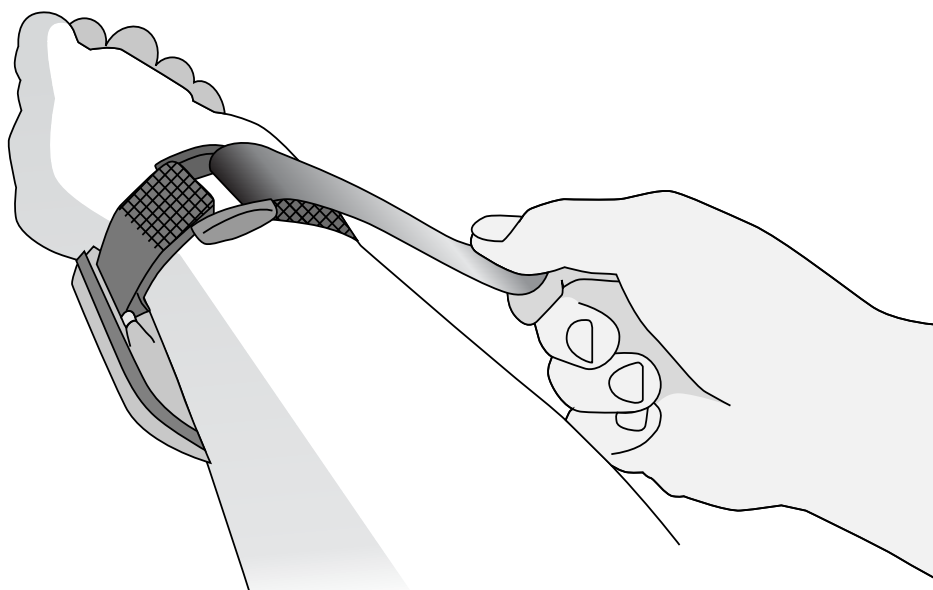
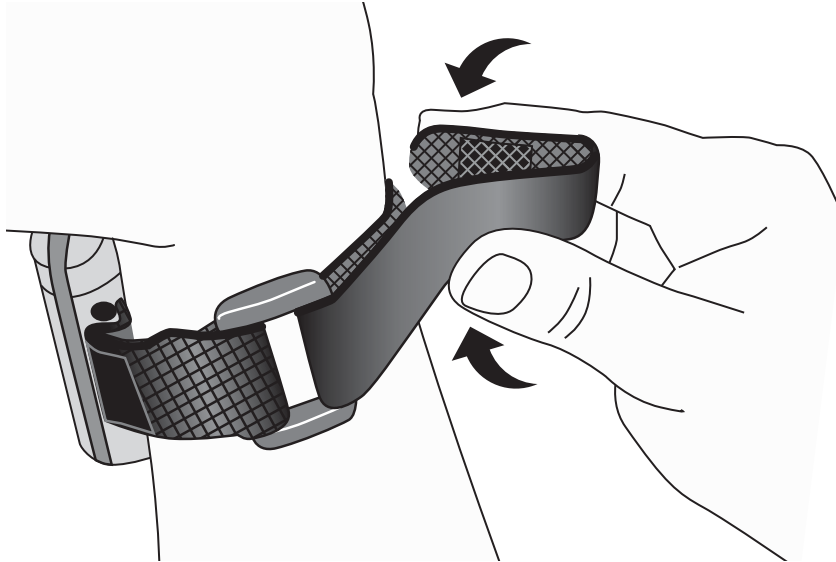
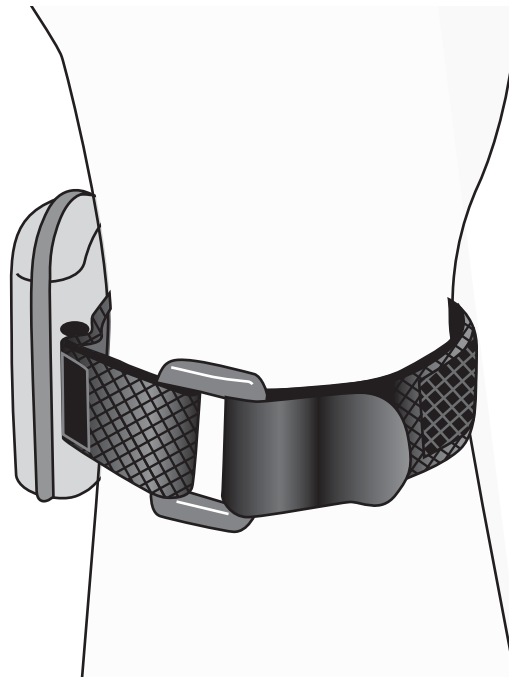

Abbildung 12: Handgelenkband festziehen
Abbildung 13: Verwendung des rechteckigen Verschlusses
Abbildung 14: Verwendung des quadratischen Verschlusses
4. Das Handgelenkband nach hinten über den Kunststoffring (Abbildung 12) legen und auf dem Klettverschlusssteil am Handgelenkband (Abbildung 13 oder Abbildung 14) befestigen. Der Handgelenkumfang bestimmt, welcher Verschluss verwendet wird.
HINWEIS: Bei Verwendung des rechteckigen Verschlusses kann das Ende des Handgelenkbandes gekürzt werden. Dazu das Ende des Handgelenkbandes umlegen und den quadratischen Verschluss auf dem Band befestigen (Abbildung 13).